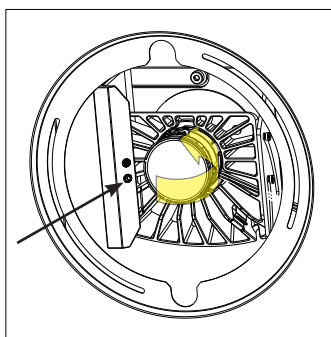

fig. 19 (rotation)
- En utilisant le même outil hexagonal de 4 mm, utilisez le point de contrôle de rotation pour faire pivoter l'optique (voir fig. 19).